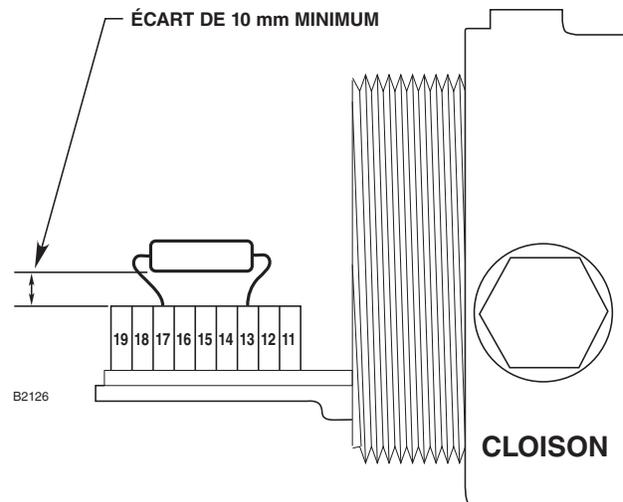

Figure 6—Installation de la Résistance de Fin de Ligne
3. Courber les pattes et installer la résistance comme illustré en Figure 6.